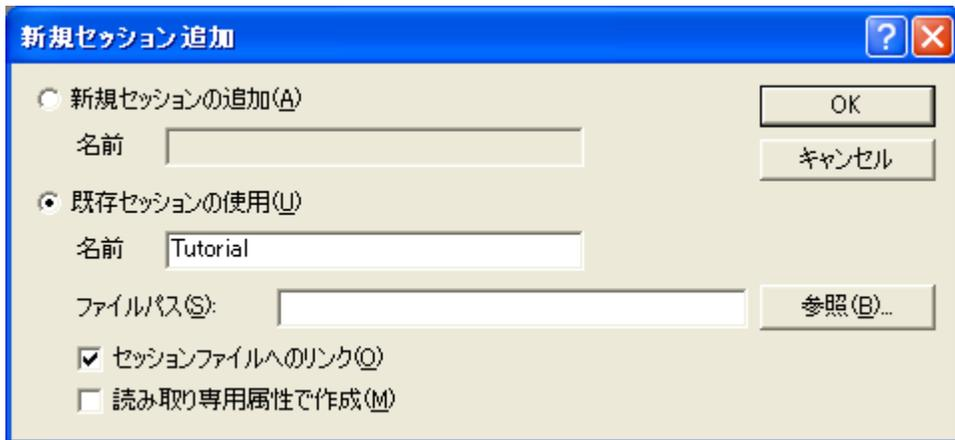

図 4.32 [新規セッション追加]ダイアログボックス
2. [追加...]ボタンをクリックしてください。[新規セッション追加]ダイアログボックスを表示します(図 4.32)。